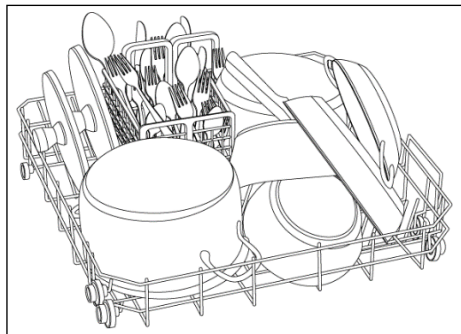

Fig. 2
- Le lave vaisselle est doté d'un tuyau pour la prise d'eau avec un embout fileté 3/4" (fig. 2).
2. Puis lâchez-le lentement dans la position correcte (fig. 2).
- Les couverts doivent être placés manche vers le bas dans le panier à couverts, que l'on placera à son tour dans le panier inférieur (fig. 2 et 3) en s'assurant qu'il n'entrave pas la rotation des bras de lavage.
Un chargement standard journalier est indiqué dans les fig. 2 et 3.
- Pour un entretien facilité, le réservoir central est amovible (fig.2).